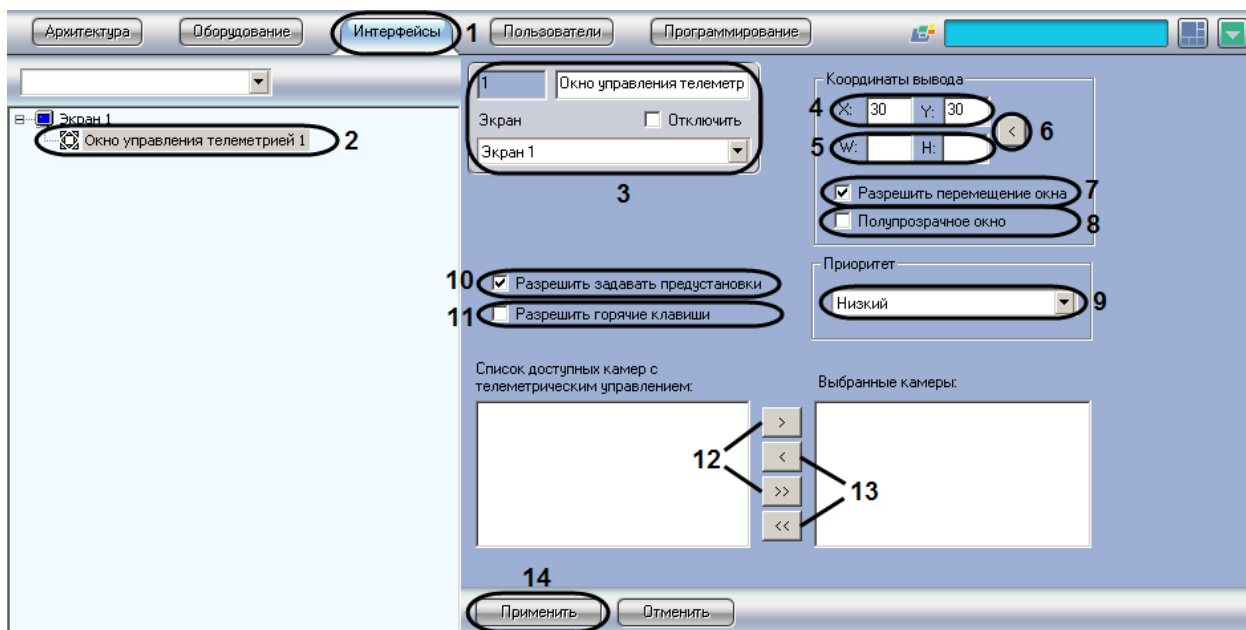

Рис. 3.4—10 Настройка Окна управления телеметрией
1. Перейти во вкладку «Интерфейсы» диалогового окна «Настройки» ПК «Интеллект» (Рис. 3.4—10, 1).
2. На базе объекта «Экран» создать интерфейсный объект «Окно управления телеметрией» или выбрать соответствующий объект в дереве объектов во вкладке «Интерфейсы» диалогового окна «Настройки» ПК «Интеллект» (Рис. 3.4—10, 2).
3. При создании объекта «Окно управления телеметрией» необходимо указать идентификационный номер, название объекта и выбрать объект «Экран», на основе которого создается объект «Окно управления телеметрией» (см. Рис. 3.4—10, 3).
4. Указать координаты расположения Окна управления телеметрией на экране, для этого необходимо изменить значения в полях «X» и «Y». Значения полей «X» и «Y» соответствуют координатам расположения левого верхнего угла Окна управления телеметрией на экране и выражаются в процентном соотношении относительно размеров экрана по горизонтали и вертикали соответственно (см. Рис. 3.4—10, 4).
5. Ввести размеры интерфейсного объекта «Окно управления телеметрией»: поля «W» (ширина окна) и «H» (высота окна). Размеры выражаются в процентном соотношении относительно размеров экрана по горизонтали и вертикали соответственно (Рис. 3.4—10, 5).
Примечание. Кнопка «<>» (см. Рис. 3.4—10, 6) используется для автоматического ввода текущих координат объекта, заданных пользователем при работе с Окном управления телеметрией.
6. По умолчанию Окно управления телеметрией доступно для свободного перемещения на экране. В том случае, если требуется зафиксировать положение Окна управления телеметрией, необходимо снять флажок «Разрешить перемещение окна» (см. Рис. 3.4—10, 7).